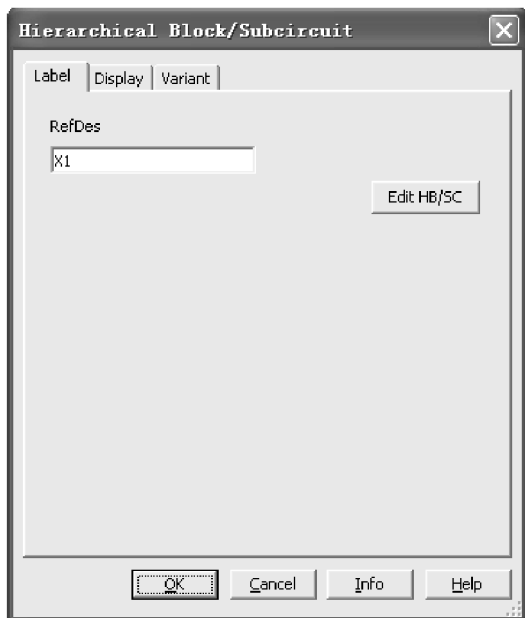

图 4-40 Subcircuit 对话框
(4) 取出子电路，移至适当位置后，单击则出现如图 4-40 所示的 Subcircuit 对话框。